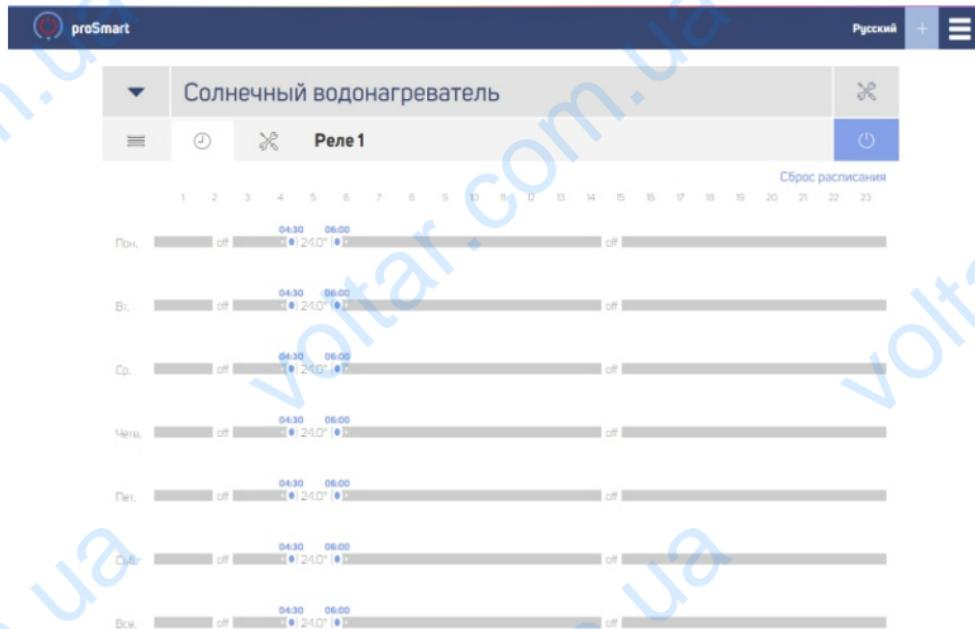

Рис. 17
7.5 Так выглядит пример таблицы графика на неделю. (Рис. 17)